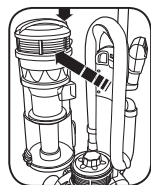

Fig. 5
1. Desenchufe la aspiradora. Presione el botón de liberación del contenedor de polvo para retirar el mismo de la aspiradora (Fig. 5).